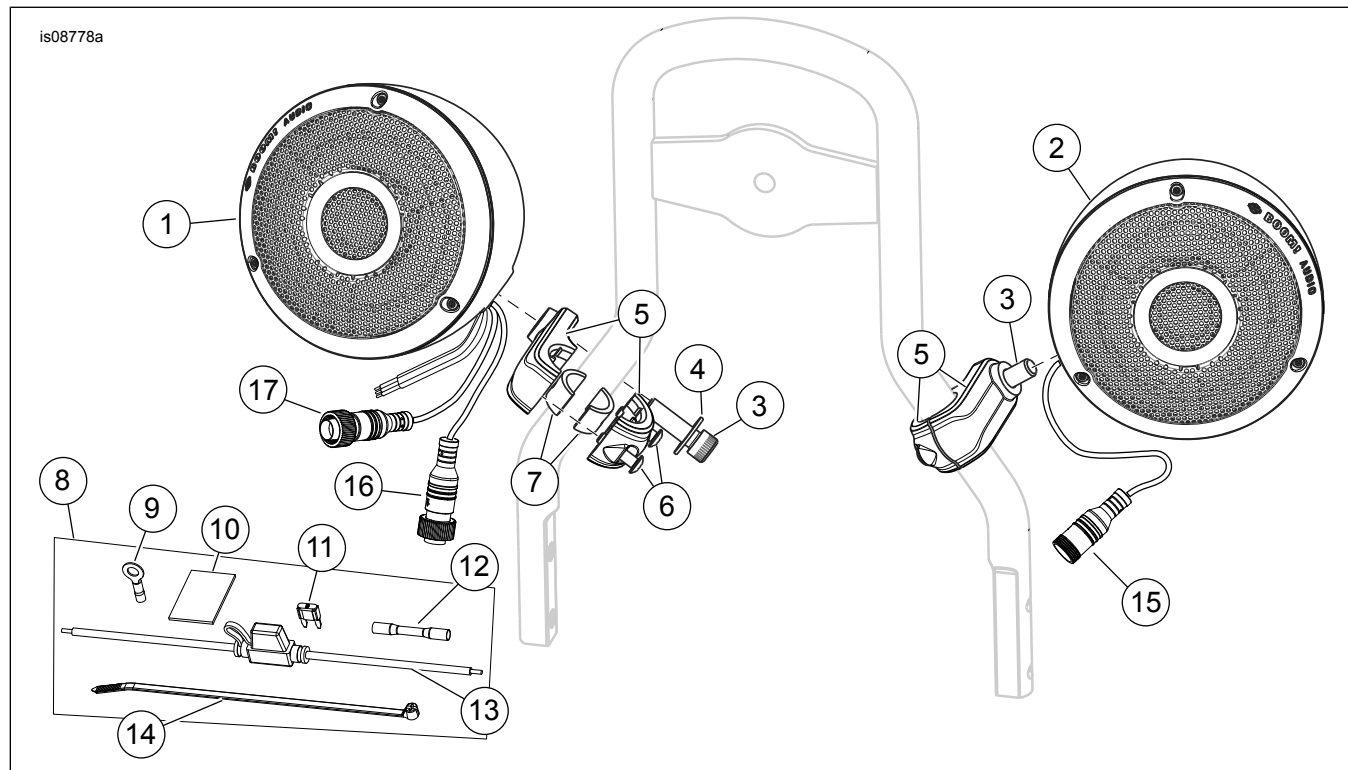

Figura 1. Peças de reposição, Kits de alto-falantes montados no montante
Veja Figura 1 e Tabela 1.
- *Veja Figura 1. A nacela do alto-falante (1) com **três** conectores elétricos é montada no lado **direito** do montante. A nacela do alto-falante (2) com **um** conector elétrico é montada no lado **esquerdo** do montante.*
- *Figura 1. Os montantes redondos pequenos precisam de espaçadores (7) e abraçadeiras (5). Os montantes quadrados usam abraçadeiras (5). Há recortes quadrados nas abraçadeiras. Os montantes redondos grandes usam abraçadeiras (5).*